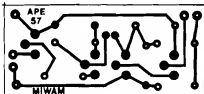

Fig.2
- FIG. 2 - O LAY OUT(INHO) DO CIRCUITO IMPRESSO ESPECÍFICO... - A plaquinha é, como convém a algo com intenções declaradas de miniaturização, um "tíquinho de nada", conforme o Leitor/Hobbysta pode ver da figura, que se encontra em escala 1:1 para facilitar a "copiagem" direta... O reduzido número de componentes permitiu a desejada compactação, sem ter que "congestionar" muito as peças, pelo lado não cobreado. De qualquer modo, tanto o desenho (cópia), quanto a traçagem, corrosão, lavagem, furação e limpeza final, ficam obviamente facilitados pela "pequenez" do lay out... Aos que ainda não têm muita prática, recomendamos seguir os conselhos contidos nas INSTRUÇÕES GERAIS PARA AS MONTAGENS... Os que estão "chegando agora" à turma, terão que -